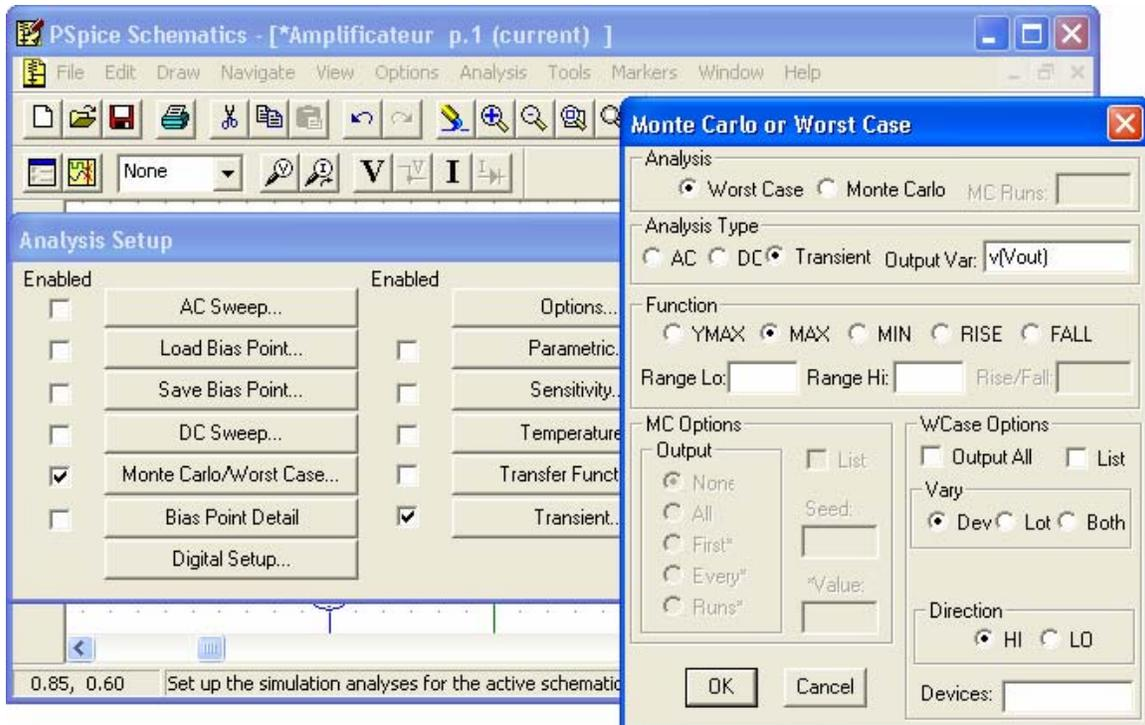

Figure 1.19 : Boîte de dialogue Monte Carlo or Worst Case pour la définition des paramètres de l'analyse Worst Case.
- Cette opération fait ouvrir la boîte de dialogue *Monte Carlo or Worst Case* (figure 1.19).